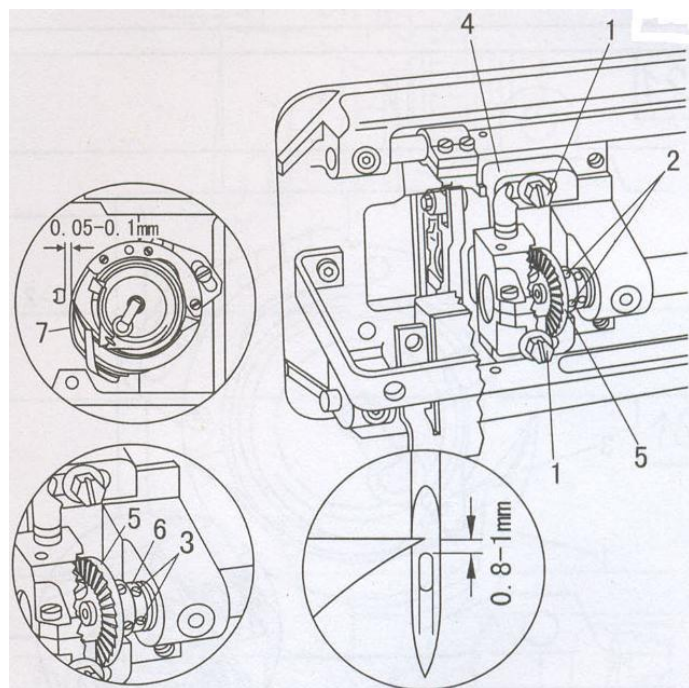

Рис. 18
18. Положение иглы и вращающегося челнока (Рис. 18)